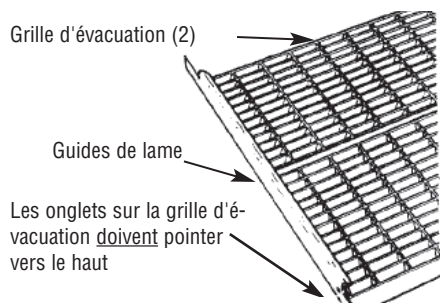

Figure 9
13. Pousser la section radiateur sur les montants et fixer solidement les quatre (4) écrous (enlevés à l'étape 4) sur les montants afin de fixer solidement la section radiateur sur la boîte de montage encastrée (Figure 9).
Installation des grilles d'évacuation d'air (voir les Figures 9, 10 et 11)
3. Ajuster les deux guides de lame sur les deux grilles d'évacuation, comme l'illustre la Figure 9.